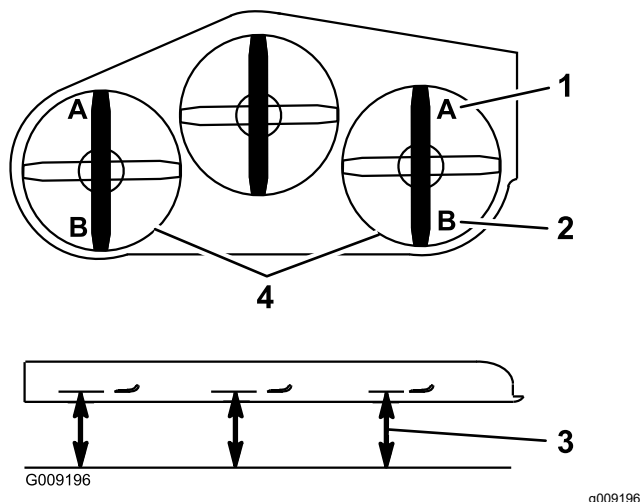

Figura 113
9. Su ambo i lati del piatto di taglio, misurate dalla superficie piana all'estremità anteriore della lama (posizione A), come illustrato nella Figura 113.
15. Su ambo i lati del piatto di taglio, misurate dalla superficie piana all'estremità posteriore della lama (posizione B), come illustrato nella Figura 113.